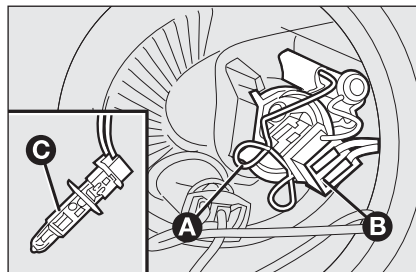

fig. 25
- sganciare la molletta fermalampada **A-fig. 25**;